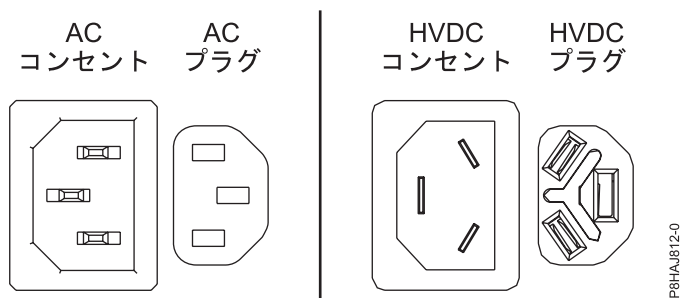
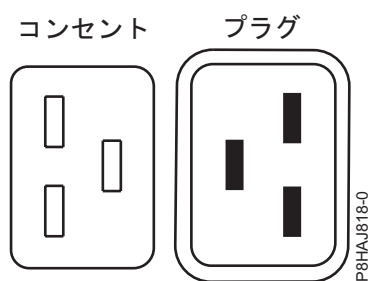
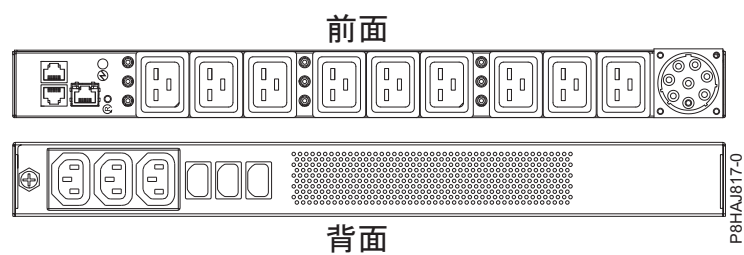

図 38. AC コネクターと HVDC コネクター
図 39. 8408-44E システムのコネクター
図 40. 8408-44E システムの PDU
59 ページの図 38 は、サポート対象の交流 (AC) コネクターおよび高電圧直流 (HVDC) コネクターを示しています。59 ページの図 39 および 59 ページの図 40 は、8408-44E のサポート対象のコネクターおよび電力配分装置 (PDU) を示しています。